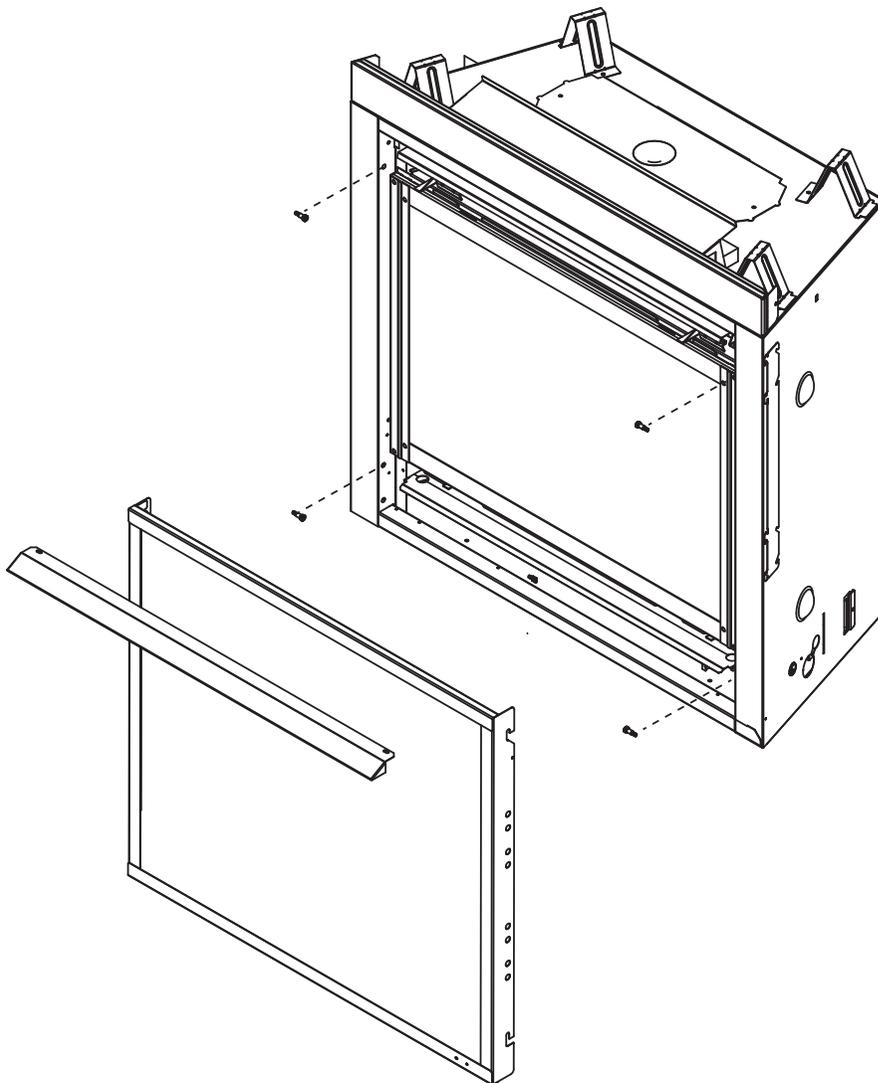

Figure 10.8 Installation de la façade décorative et de la hotte
2. Installez les quatre boulons à épaulement, comme il est indiqué à la figure 10.8.
4. Installez la hotte sur l'appareil en l'insérant dans les deux pinces de hotte. Voir la figure 10.8.